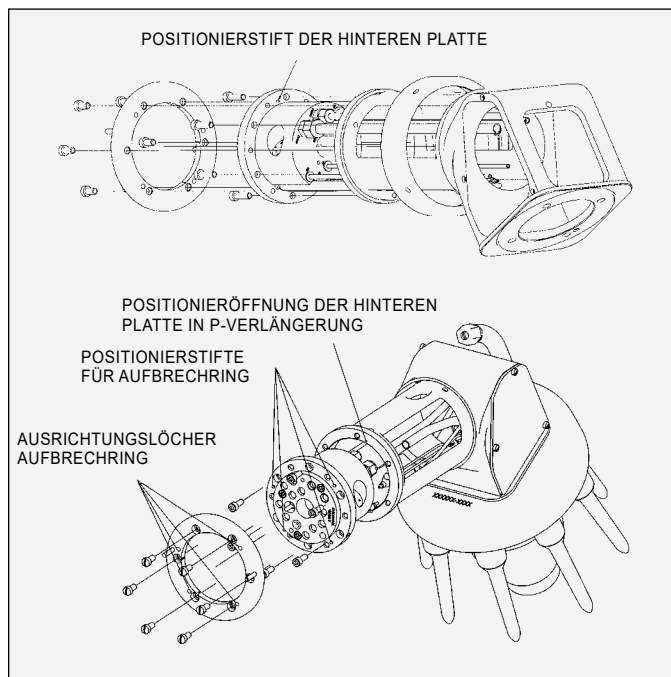

Abbildung 35: Ausbau/Austausch des Tellerreinigungsverteilers
Richten Sie den Positionierstift und die hintere Platte mit der Positionieröffnung in der Zerstäuber Verlängerung aus. Installieren Sie die sechs (6) 6-mm-Zylinderschrauben. Auf ein Drehmoment von 1,69 Nm (15 lbs.-in.) festziehen (siehe Abbildung 35).